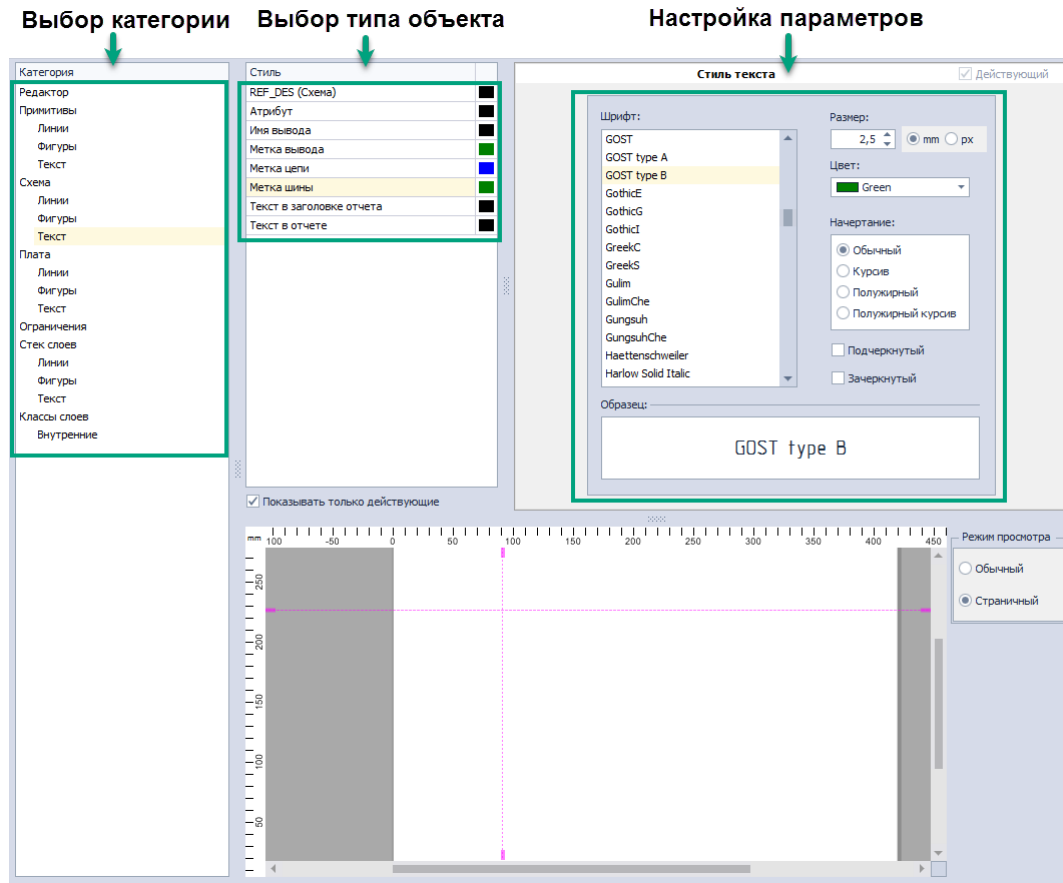

Рис. 112 Изменение внешнего вида элемента интерфейса
4. Задайте новые параметры отображения объекта в области настройки, Рис. 112.